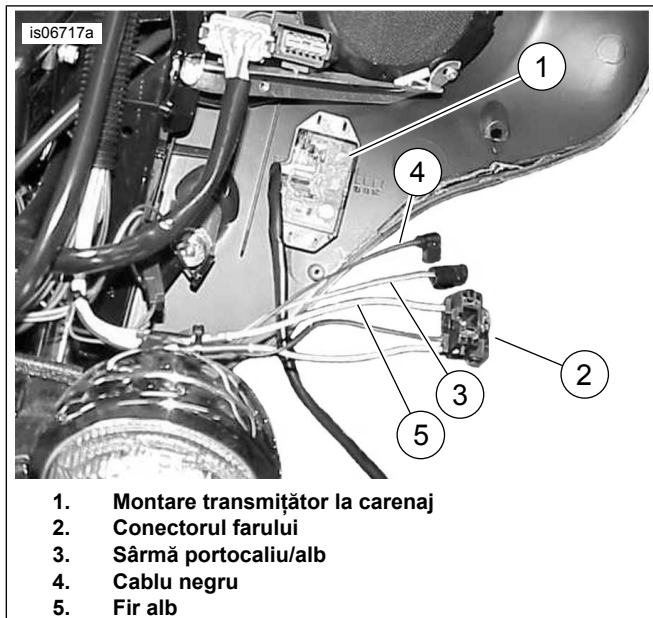
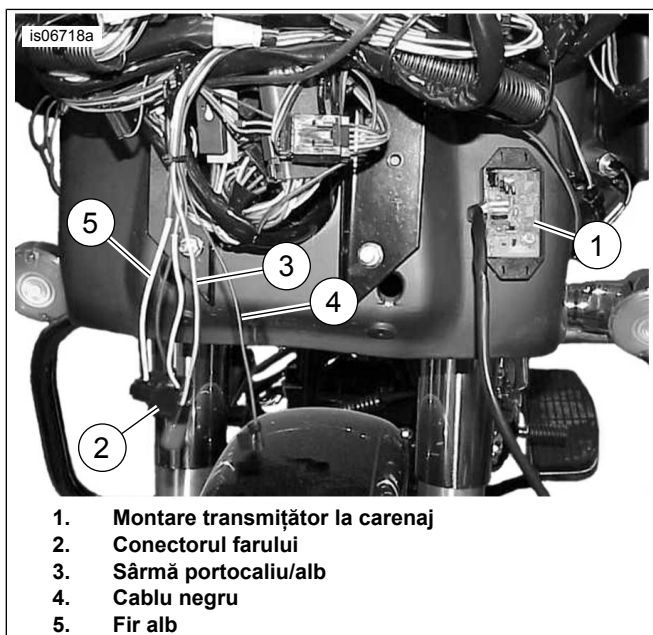

Figura 11. Fiere pentru conexiunile transmițătorului (2013-anterioare FLHT/X)
Figura 12. Fiere pentru conexiunile transmițătorului (2013-anterioare FLTR)
Touring/Trike (FLHT/X, FLTR, 2013-anterioare)	Partea superioară din interiorul carenajului, cu tampon de spumă (mai întâi se scoate carenajul exterior) (A se vedea figura 11. și Figura 12).
3. Consultați Figura 11. (Modelele FLHT, FLHX) sau Figura 12. (Modelele FLTR). Montați transmițătorul pe partea de sus în interiorul carenajului.